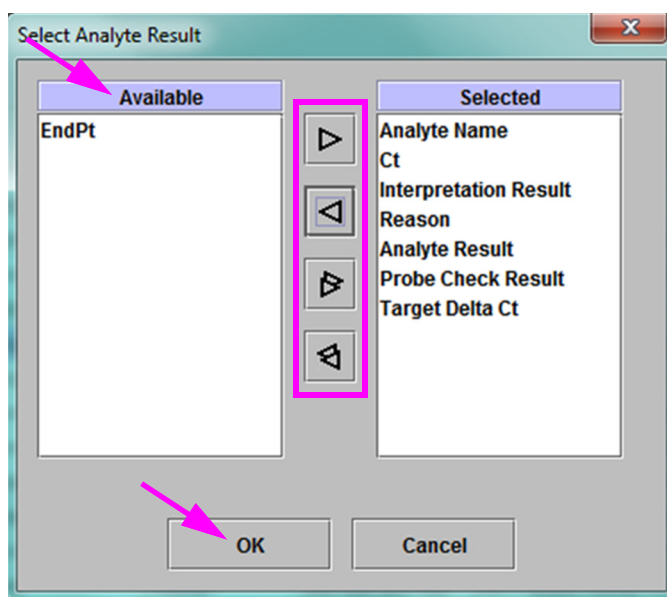

Figura 5-58. Caseta de dialog Selectare rezultat analit
- Butonul **Rezultat analit (Analyte Result)** îi permite utilizatorului să selecteze anumite informații care trebuie incluse în secțiunea Rezultat analit (Analyte Result) a raportului (consultați Figura 5-58).